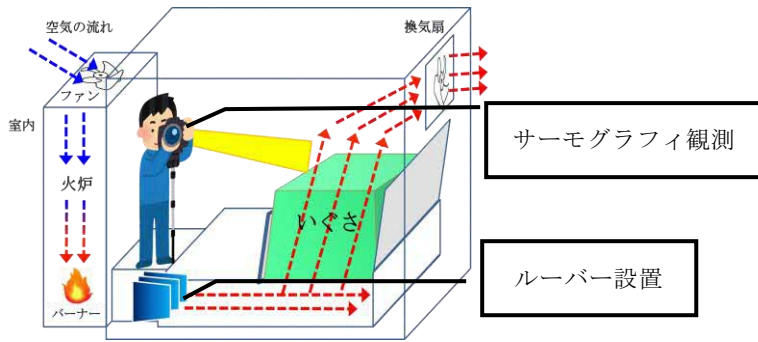
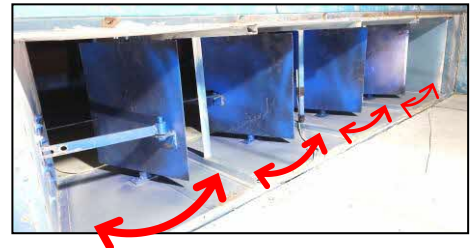

図1 試験のイメージ (サーモグラフィ観測・ルーバー設置)
図2 ルーバー調整 (上: 設置前、下: 設置後)
1. 本試験は、所内で栽培した令和4年産「涼風」を用い、図1、図2、表1の比較的小規模条件で実施した乾燥試験(無染土)の結果である。